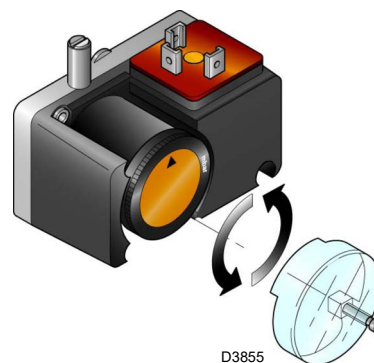

Fig. 30
- Reglați comutatorul de presiune minimă a gazului (Fig. 30 la pag. 32) la începutul scării.
Efectuați reglarea comutatorului de presiune minimă a gazului (Fig. 30) după reglarea arzătorului, a supapelor de gaz și a stabilizatorului de rampă.